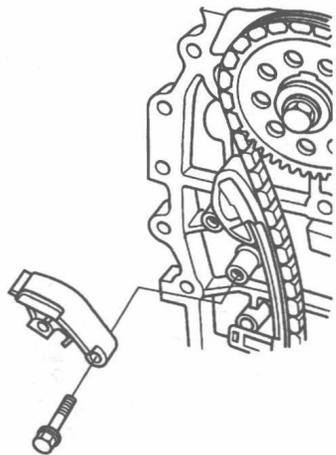

图 1-1-8
(16) 拆下凸轮轴链条张紧器滑块，如图 1-1-8 所示。
(7) 安装凸轮轴链条张紧器滑块，并松松地紧固螺栓（图 1-1-8）。